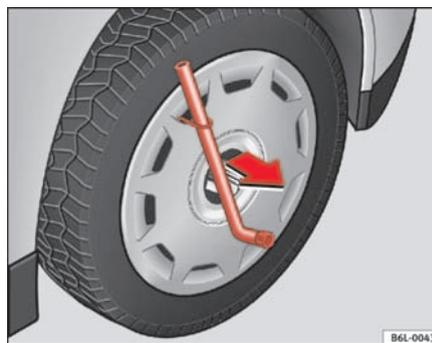

Fig. 130 Retirar embellecedor integral de rueda
- Retire el embellecedor integral de la rueda con la llave y el gancho de alambre\*. ⇒ fig. 130